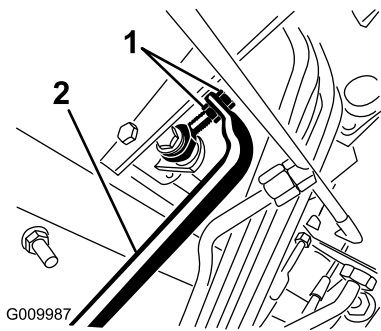

図 73
- 前への動きを止めたい場合は、ポンプロッドの端部にあるジャムナットを回してポンプコントロールチューブ (図 73) を前へ動かす。後への動きを止めたい場合は、後へ動かす。